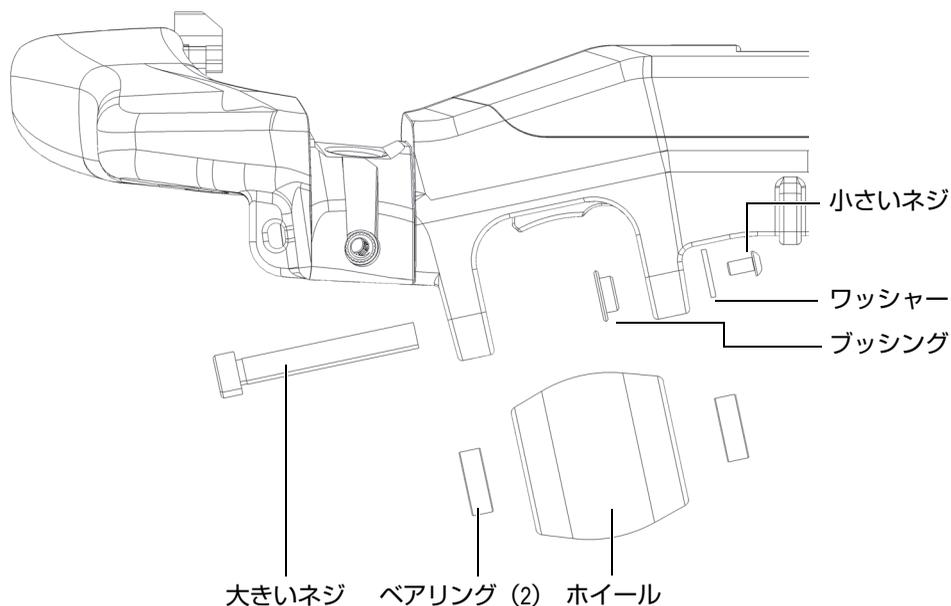

図 5-2 ホイールの取り外し – 部品
2. ホイールを取り外し、抜け落ちることがある内部のブッシングに注意を払います (78 ページの図 5-2)。
3. 新しいホイールを取り付ける前に、78 ページの図 5-2 に示すように、ベアリングが各側に適切に固定され、ブッシングが真ん中の穴に挿入され、ワッシャーが小さいネジに付けられていることを確認します。